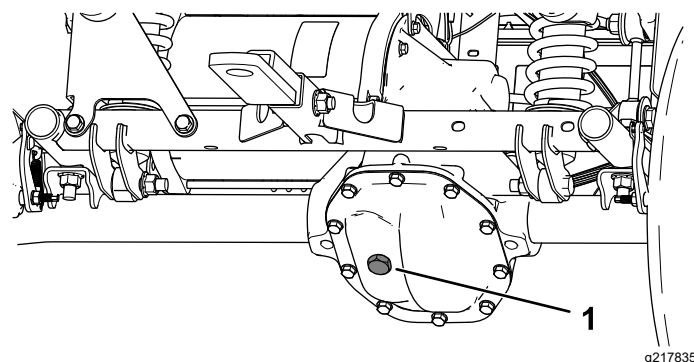

図 51
4. トランスアクスルについている補給プラグを外す (図 51)。
5. オイルの量が少ない場合は、補給プラグを取り、穴からあふれ出てくるまで所定のオイルを補給する (図 51)。
4. トランスアクスルの補給プラグを外して、穴から所定のオイルを入れる。補給穴からあふれ出てくるまで入れること 図 51。